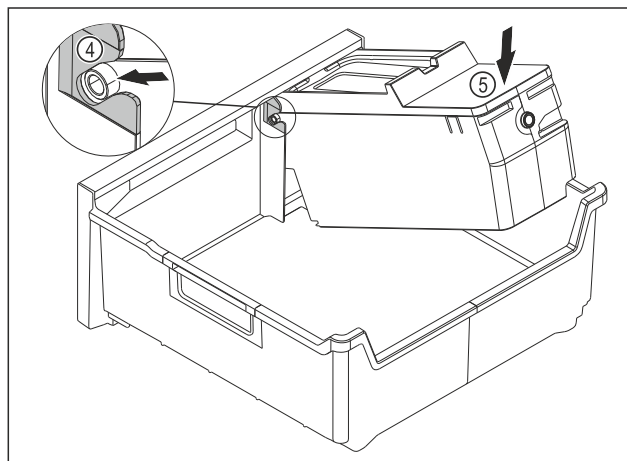

Fig. 94
- Montera EasyTwist-Ice-enheten: Skjut in axlarna på EasyTwist-Ice-enheten i styrningarna Fig. 94 (4).
- Tryck EasyTwist-Ice-enheten Fig. 94 (5) baktill nedåt.